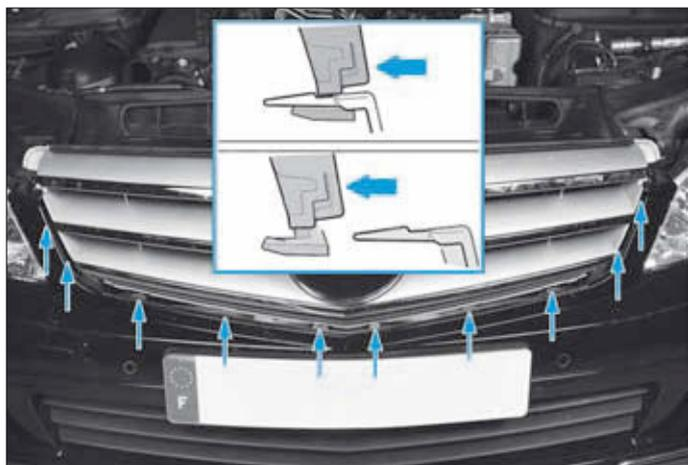

FIG. 72
- Dégrafer la partie inférieure (Fig.72).